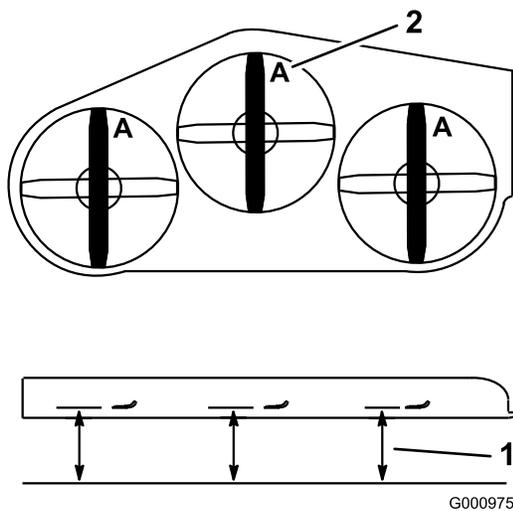

図 88
3. マシンを水平な床に置いた状態で、ブレードのうちの 1 枚を前後方向に向ける。A 位置で、平らな床面からブレードの刃先までの高さを測る (図 88)。